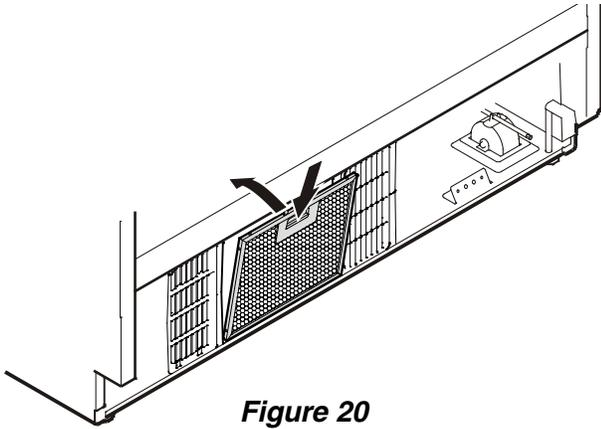

Figure 20
Montage de la grille de ventilation - Figure 20, 21
2. Ôter le film protecteur bleu du filtre à poussière fourni et insérer le filtre dans son emplacement dans le coup-de-pied comme à la **Figure 20**. Fixer le bas du filtre, appuyer sur le bouton et encliqueter le filtre.